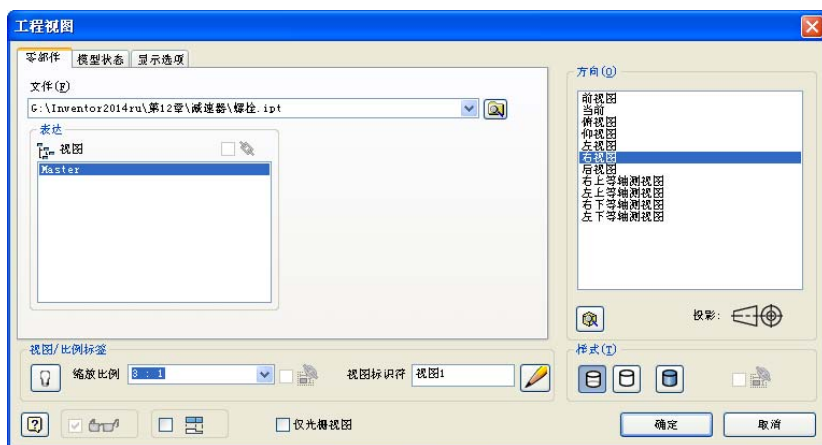
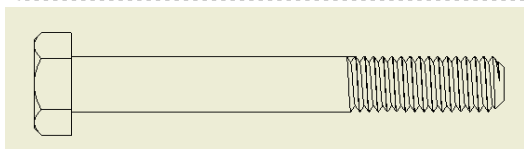

图 12-2 “工程视图”对话框
图 12-3 主视图
①单击【放置视图】标签栏【创建】面板上的【基础视图】工具按钮，打开“工程视图”对话框。
②在“工程视图”对话框中，首先选择要创建工程图的零件，这里选择创建好的螺栓零件的文件“螺栓.ipt”，当保存工程图文件的时候，文件名自动设置为“螺栓.idw”。
③在【方向】选项中选择一种合适的视图方向。Inventor 所提供的视图方向是基于零件在其原始坐标系中的位置来确定的，可能与实际的绘图要求不相符合，如 Inventor 中的“主视图”方向可能正是我们的理想图样中的左视图方向。这时应该根据实际情况选择合适的投影方向而不是仅仅考虑软件所提供的投影视图的名称。这里我们选择了创建“左视图”作为图样中的主视图（区别于建立在主视图基础上的投影视图）。
④“工程视图”对话框中的其他设置如图 12-2 所示，单击【确定】按钮完成主视图的创建，如图 12-3 所示。